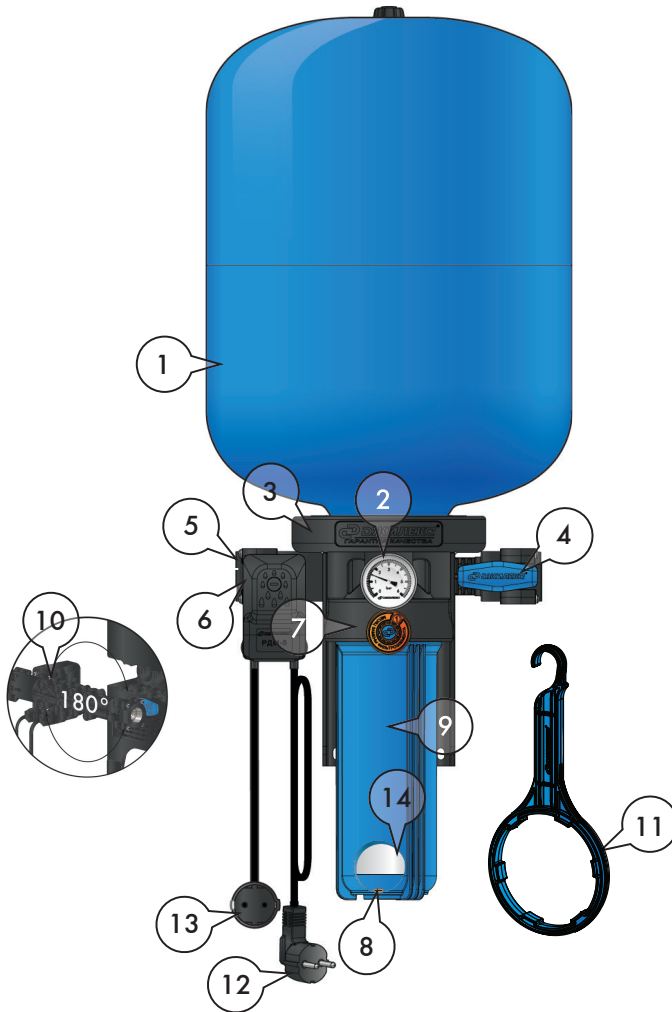

Рисунок 3
КРАБ-Т (рисунок 3) содержит стационарно закрепляемый на опорной поверхности (стене) корпус (3), являющийся базой, к нему присоединяются: - гидроаккумулятор (1) с наружной резьбой на фланце. Он навинчивается сверху на корпус, содержащий ответное резьбовое отверстие, уплотняется торцевым или радиальным эластичным уплотнителем; - пластмассовая колба (9) размером SLIMLINE 10" (в моделях КРАБ-Т 10, 18, 24, 50*) с фильтрующим картриджем** (14) или пластмассовая колба (9) BIG BLUE 20" (в модели КРАБ-Т 100) со сливной пробкой (8). Колба картриджного фильтра имеет наружную резьбу и навинчивается снизу на корпус, содержащий ответное резьбовое отверстие, уплотняется торцевым или радиальным эластичным уплотнителем. В нижней части колбы расположена сливная пробка, уплотняемая эластичным уплотнителем. Для монтажа/демонтажа колбы к комплекту прилагается ключ (11); - манометр (2); - устройство индикации месяца замены фильтрующего картриджа (7); - съемный коллектор (10), который содержит встроенный шаровой кран (4) с резьбовым патрубком на выходе, обратный клапан с резьбовым патрубком на входе (5), присоединительный штуцер для реле давления. Коллектор содержит 3 цилиндрических патрубка и вставляется в ответные отверстия корпуса с возможностью обеспечить подачу воды слева направо или справа налево, уплотняется эластичным уплотнителем, фиксируется на корпусе винтами; - реле давления РДМ – 5 (6).